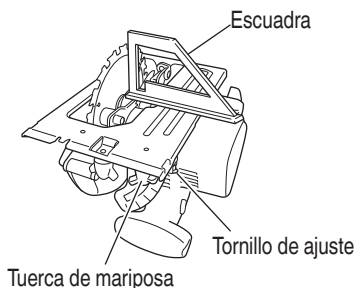

Fig. 18
- (1) Dé la vuelta a la base (Fig. 18) y afloje la tuerca de mariposa.